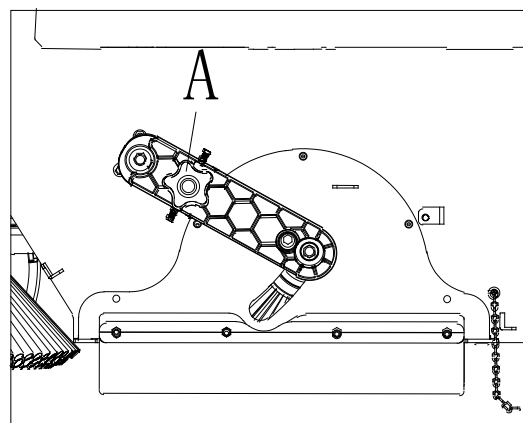
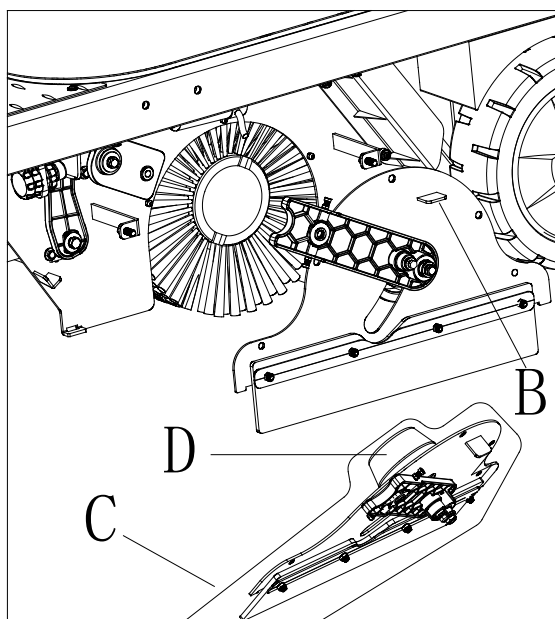

Figura 21
Figura 23
4. Desenrosque el perno de la perilla (A, figura 21), sostenga (B, figura 23) y retire el conjunto del soporte izquierdo del cepillo principal (C, figura 23).
9. Coloque el cubo impulsor (J, figura 23) en el cepillo principal.
10. Instale el conjunto del soporte izquierdo del cepillo principal (C, figura 23) y apriete el perno de la perilla (A, figura 21).